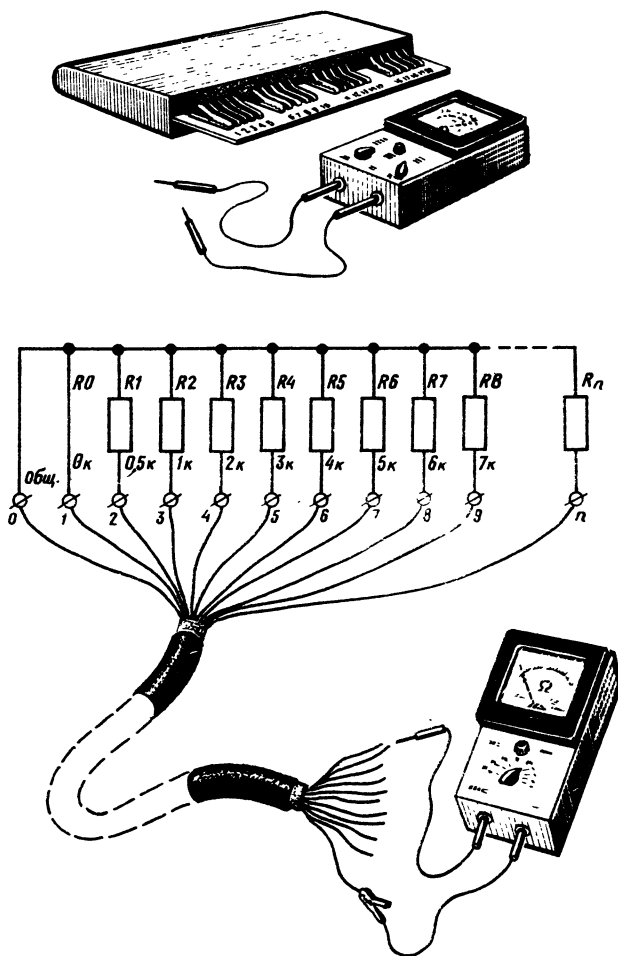

Рис. 12. Приспособление для проверки и маркировки многожильных кабелей
*Приспособление для проверки и маркировки многожильных кабелей в электротехнических устройствах.* Приспособление используют для проверки телефонных кабелей, электрожгутов в электротехнических устройствах и т. п. (рис. 12). Состоит оно из коробки с зажимами («крокодил») и электроизмерительного прибора (омметра).